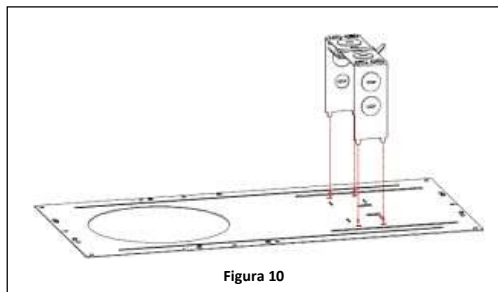

Figura 10
1. El accesorio Junction Box viene en tres partes (una jaula J-Box y dos cubiertas laterales J-Box). Monte la jaula J-Box en el marco de la bandeja para paneles de yeso (CDL-DWP se vende por separado) alineando las lengüetas en la parte inferior de la jaula J-box con los orificios precortados en la sartén. Asegúrese de montar el accesorio J-Box en la parte superior de la sartén: las dimensiones de recorte grabadas se pueden leer desde la parte superior de la sartén. **Ver Figura 10.**